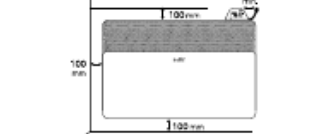

Рис. 7
3. При настенной установке конвектора, необходимо вертикально установить держатель Bullet Sensor с помощью самореза и дюгеля на стене как указано на рис. 7.
- Используйте стойки и ролики, предварительно изучив схему крепления (рис. 7), установите прибор на полу.